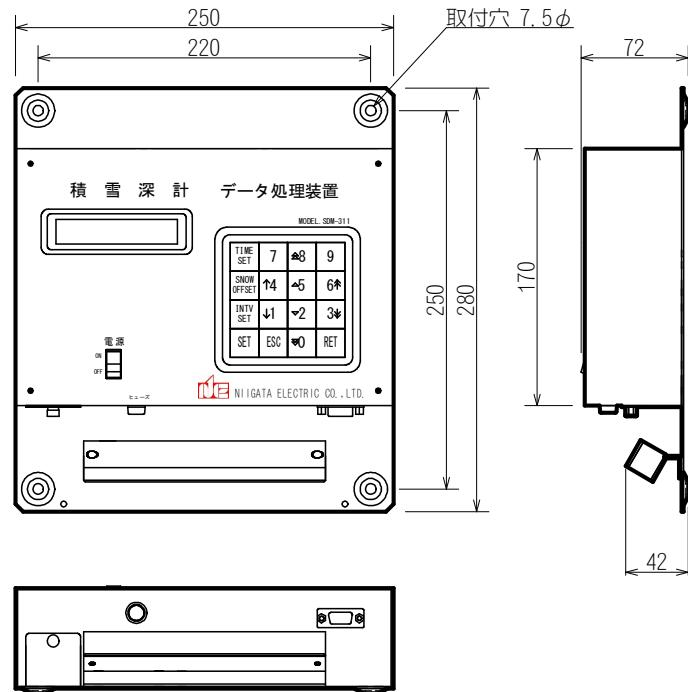

図 4
(2) データ処理装置
- ① 屋内仕様ですので、屋外に設置する場合は必ず屋外BOX（市販品）を用意して、その中に収納してください。
- ② 屋内に設置する場合は、壁面に設置するか、机上に設置してください。机上の場合は、落下しないような処置をしてご使用ください。
- ③ 屋外BOX、壁面等に取付ける場合は、図4の寸法を参考に取付けてください。